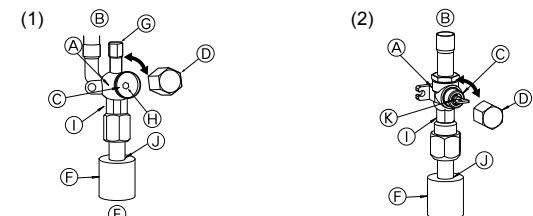

Fig. 4-6
- (1) Βαλβίδα διακοπής υγρού (Fig. 4-6)
- ① Βγάλτε το καπάκι και περιστρέψτε το στελέχος της βαλβίδας προς τα αριστερά έως το τέρμα χρησιμοποιώντας ένα εξαγωνικό κλειδί 4 mm. Σταματήστε να περιστρέψετε έως ότου φτάσει στον αναστολέα.
- ② Βεβαιωθείτε ότι η βαλβίδα διακοπής είναι εντελώς ανοιχτή, και περιστρέφοντας επαναφέρατε το καπάκι στην αρχική του θέση.